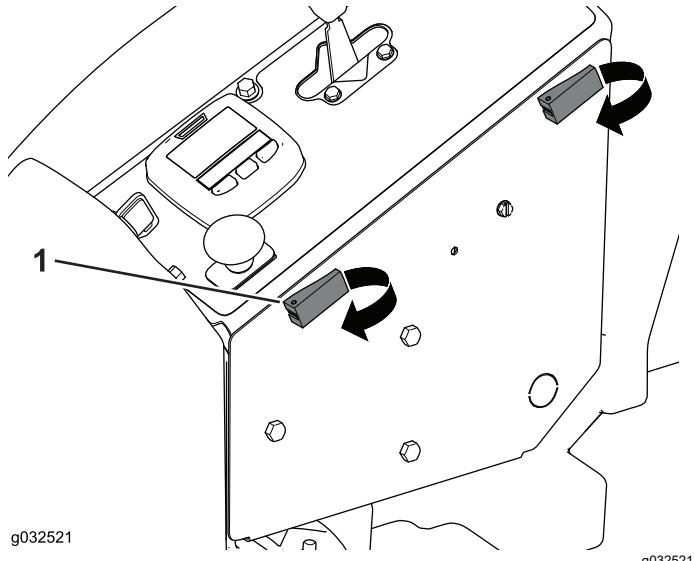

Figure 40
1. Basculez les loquets à expansion et ouvrez le compartiment des commandes de l'utilisateur (Figure 40).